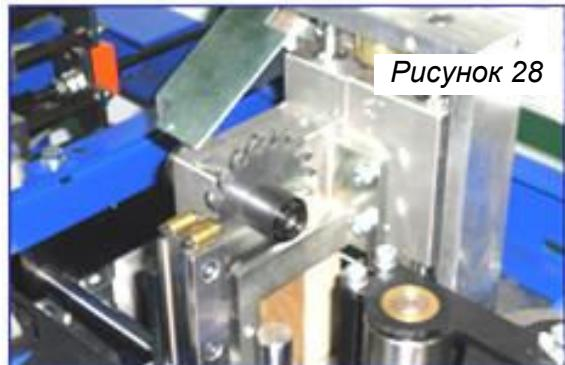

Рисунок 28
- Снимите шайбу и пилу (рис. 28)
- Выньте втулку (рис. 28)